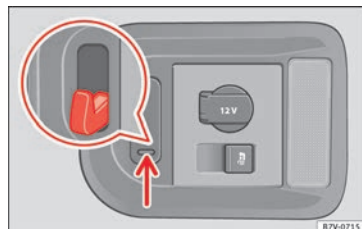

Fig. 172 Dans le coffre à bagages : crochets pour sacs.
Vous trouverez à droite du coffre à bagages des crochets pour sacs basculants » **fig. 172** auxquels vous pouvez suspendre des sacs de courses légers.
- Tirez les crochets pour sacs vers le bas » **fig. 172** (flèche) et rabattez-les.